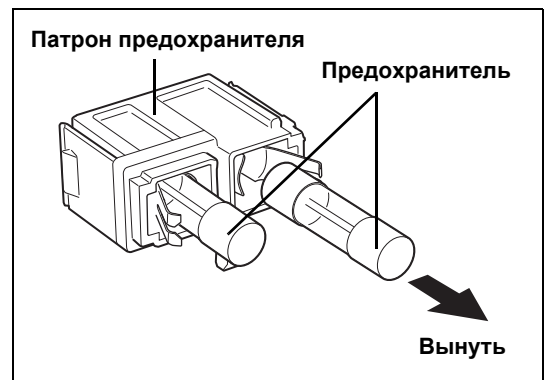

Рисунок 6.6
- 6** Осмотрите предохранитель, если предохранитель перегорел - выньте и замените его предоставленным запасным предохранителем. (см. рисунок 6.6)